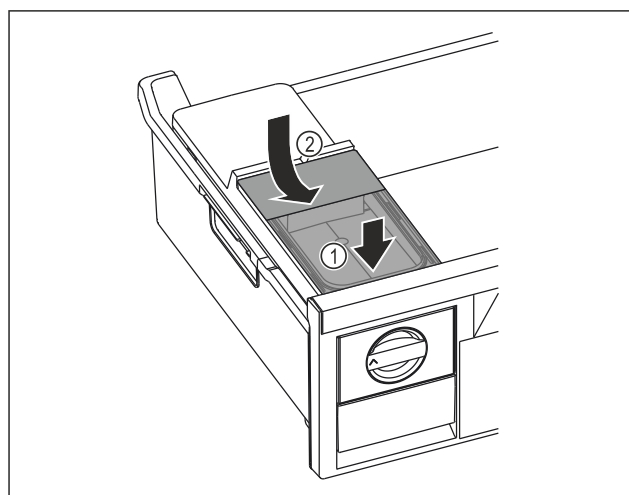

Fig. 99
- Zbiornik wody wsunąć od przodu Fig. 99 (1)
- Zbiornik wody opuścić z tyłu Fig. 99 (2)